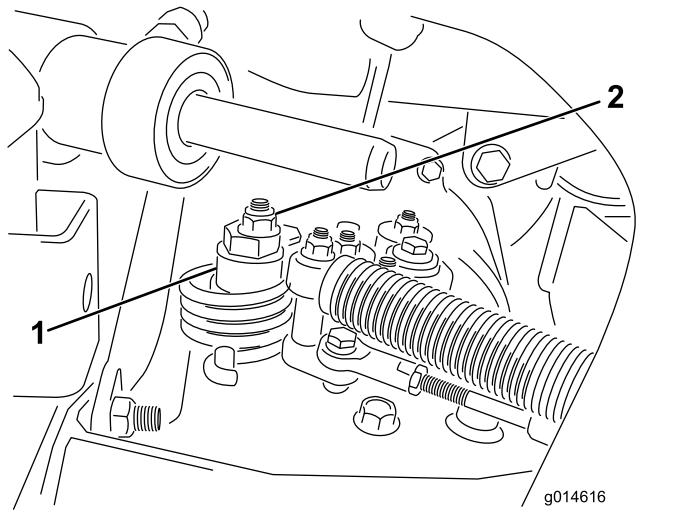

Figure 35
- A. Desserrez l'écrou de fixation de l'excentrique en haut de l'hydrostat (Figure 35).
- C. Tournez l'excentrique jusqu'à ce que la roue ne tourne plus dans aucune direction. Lorsque la roue arrête de tourner, serrez l'écrou pour bloquer l'excentrique et le réglage (Figure 35). Vérifiez le réglage avec la commande d'accélérateur en position BAS RÉGIME, puis HAUT RÉGIME.